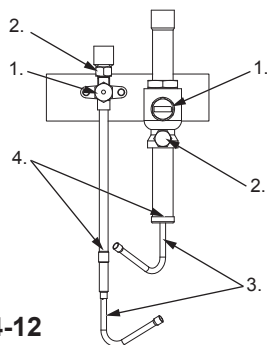

Fig. 4-12
4.5. Установлення труб холодоагенту (магістральної труби) (Fig. 4-12)